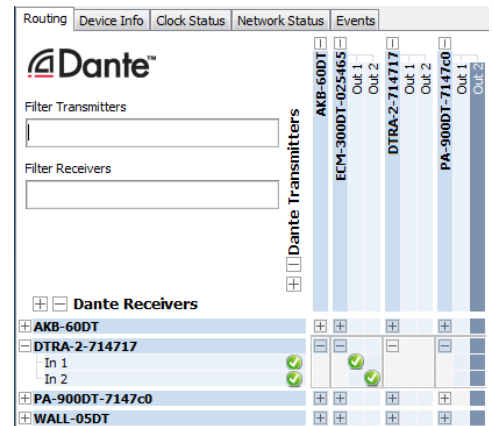

Abb. 4 Routing vom ECM-300DT zum DTRA-2
- 1) Im „Network View“-Fenster unter „Routing“ die Kanäle des gewünschten Geräts unter „Dante Transmitters“ sowie die Kanäle des gewünschten Verbindungspartners unter „Dante Receivers“ durch Klicken auf das öffnen (Abb. 4). Die beiden beim ECM-300DT angezeigten Sendekanal (Out 1 und Out 2) führen dasselbe Signal.